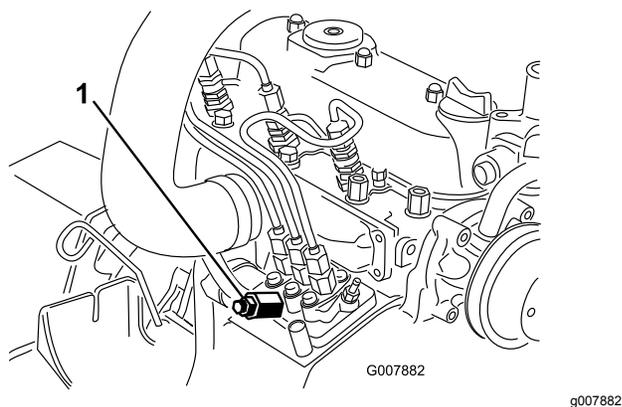

Figura 36
3. Coloque um tapete sob o parafuso de purga de ar na bomba de injeção de combustível e abra-a (Figura 36).